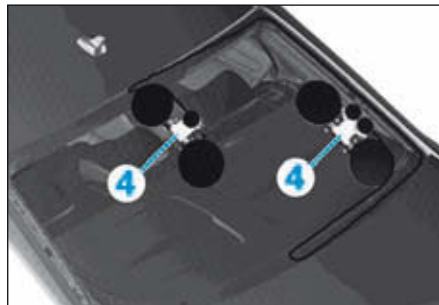

FIG.28
- la partie inférieure de la glace à l'aide du deuxième enrouleur (4) (Fig.28).